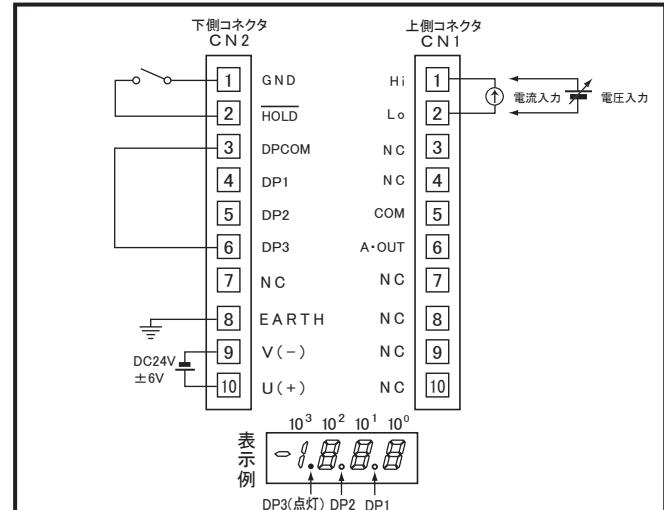
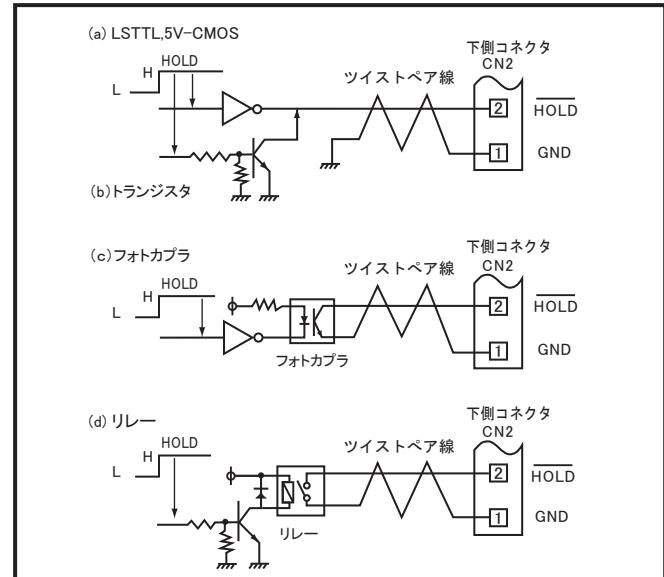

図2 代表的接続例
図3 ホールド制御信号の与え方
信号入力は、Hi-Lo(CN 1 のピン[1]-ピン[2])間に加えてください。図2に代表的接続例を示します。
ホールド信号を加えると、その直後の表示内容が保持されます。接点入力の場合は、図2に示すように、接点をCN2のピン①とピン②の間に接続してください。接点が閉じるとホールド状態になります。その他のインターフェース例を図3に示します。